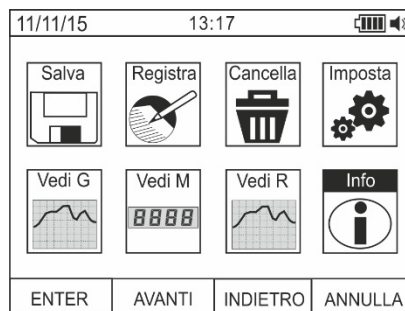

Abb. 21: Help on line auf dem Display
40. Benutzen Sie die **F2** oder **F3** Tasten zur Auswahl des Symbols "Info" und drücken Sie die **F1** Taste (siehe Fig. 21).